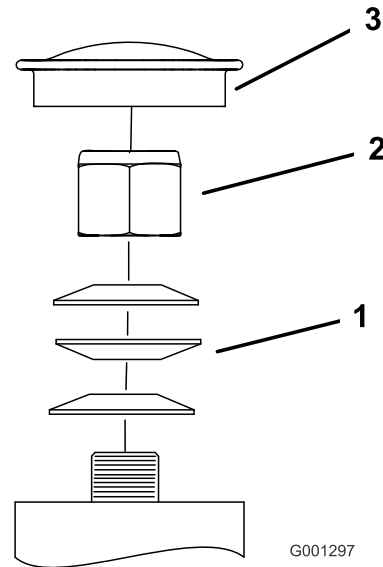

Figura 58
Importante: Asegúrese de que las arandelas de muelle están correctamente instaladas, según muestra Figura 58.
5. Coloque el tapón anti-polvo (Figura 58).
3. Retire el tapón anti-polvo de la rueda giratoria y apriete la contratuerca (Figura 58).
4. Apriete la contratuerca hasta que las arandelas de muelle estén planas, luego afloje la contratuerca 1/4 de vuelta para establecer la pre-carga correcta de los cojinetes (Figura 58).